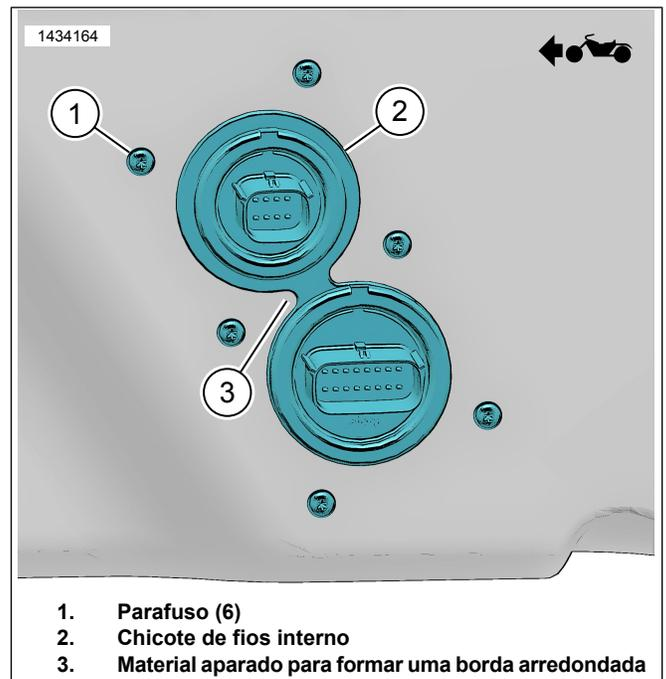

Figura 10. Chicote de fios no interior
- d. Figura 10 Apare o material para formar uma borda arredondada (3).
11. Figura 10 Instale o chicote de fios interno (2).